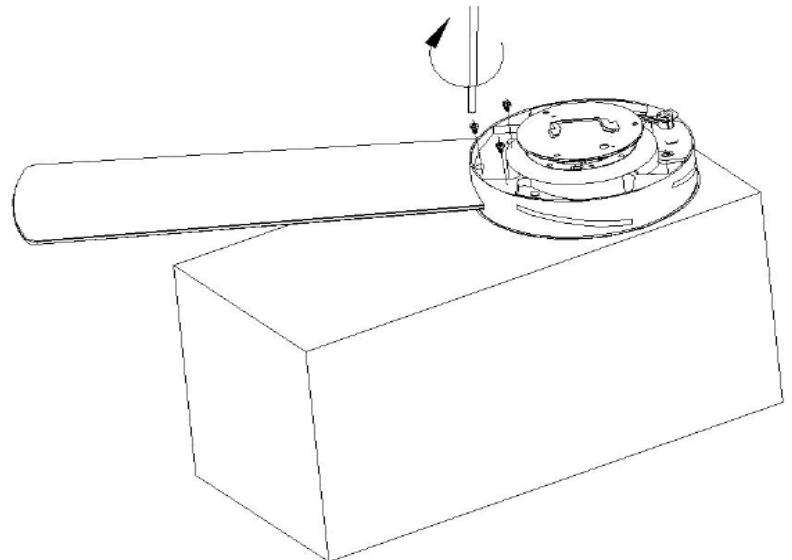

Fig. 5
- Fissare le pale con 3 viti per pala e assicurarsi che le 3 viti della pala siano strette in modo uniforme. Non stringere troppo le viti per non danneggiare le pale. Ripetere questa procedura per ogni pala. Fig 5.